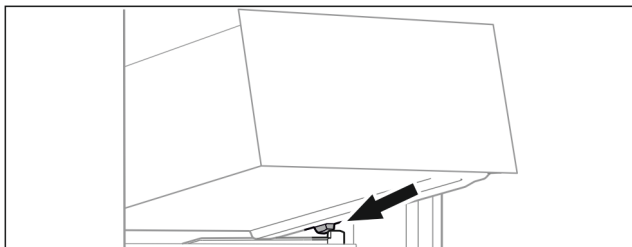

Fig. 103
- Stavite ladicu ukoso iza zaustavljača na žlijeb spremnika. (pogledajte Fig. 103)